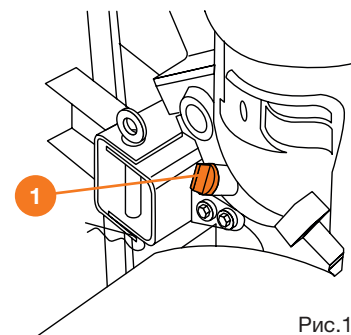

Рис.17
- Поместите культиватор на ровную поверхность и выверните пробку 1 маслосливной горловины редуктора (Рис. 17).